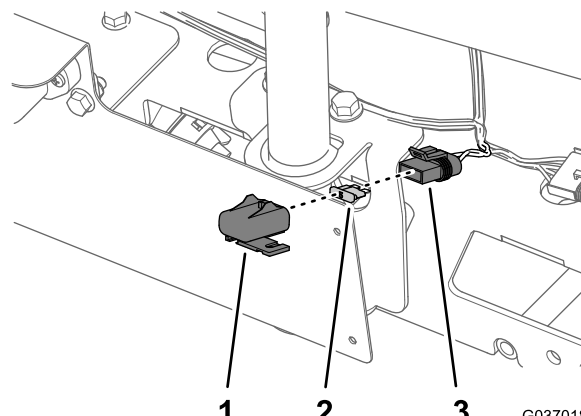

Figura 73
1. Retire a cobertura da tomada de fusíveis (Figura 73).
2. Retire o fusível fundido (Figura 73).
3. Insira o novo fusível na tomada até que o fusível esteja totalmente encaixado (Figura 73).
4. Monte a cobertura na tomada de fusíveis (Figura 73).